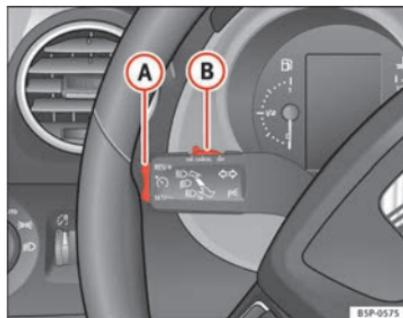

Fig. 153 Alavanca das luzes indicadoras de mudança de direcção e dos máximos: comutador e botão basculante para o regulador de velocidade
- Empurrar o cursor ⇒ fig. 153 (B) para esquerda para **ON**.